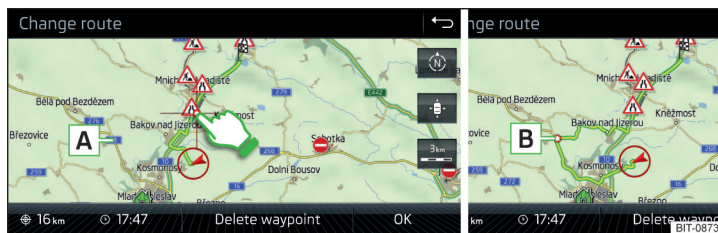

Fig. 237 Modificare traseu pe hartă/punct de trecere traseu
- ▶ Atingeți ecranul în zona traseului și deplasați cruciulița reticulară în zona dorită de pe hartă (de exemplu **A** » fig. 237).
Punctul de trecere **B** » fig. 237 este introdus în traseu.